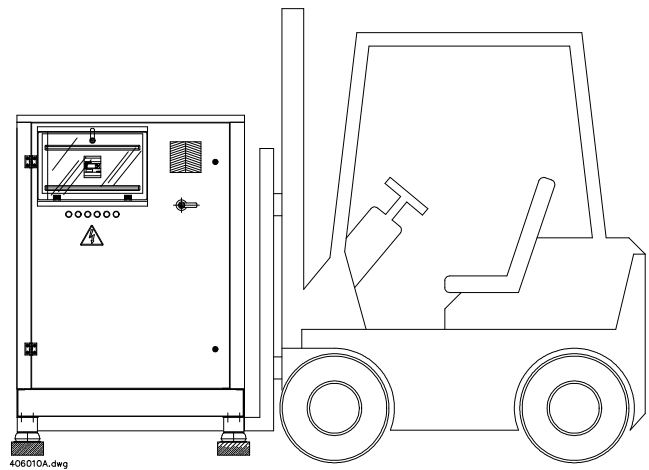
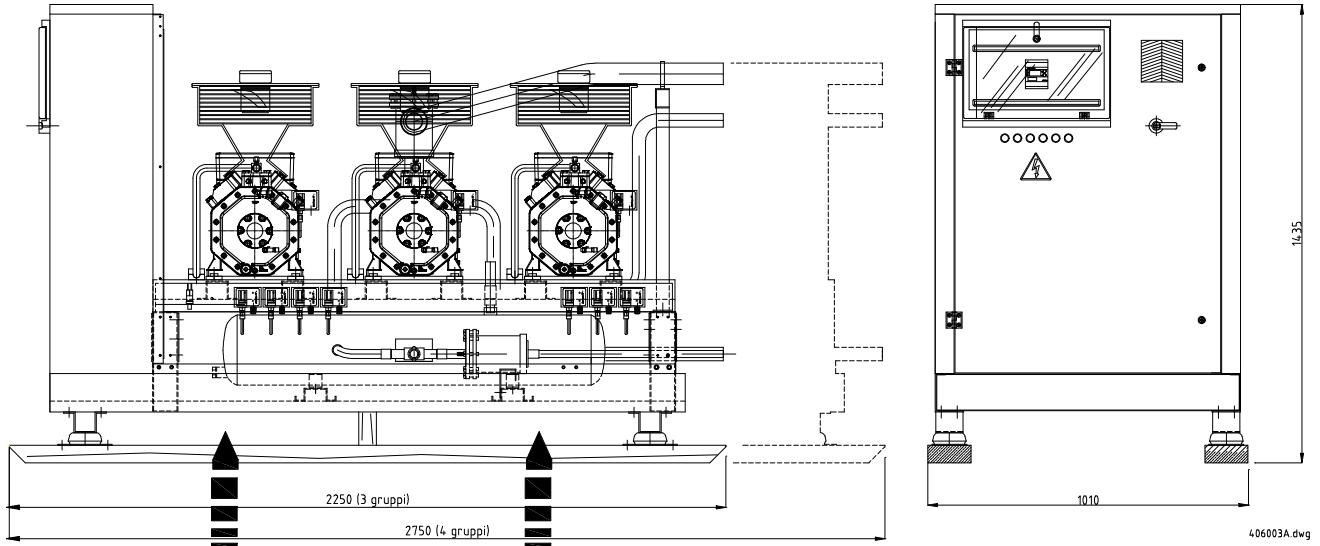

FIG.1
FIG.2
- Disporre le forche del carrello elevatore attraverso lo spazio fra telaio e pedana di legno come indicato in FIG.1 e 2 controllando che l'unità sia in equilibrio stabile prima di iniziare le operazioni di sollevamento e movimentazione. Le dimensioni massime d'ingombro con pedana di legno sono riportate nella FIG.2